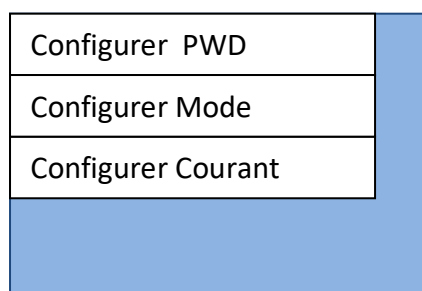

Figure 22 - Page de configuration du mot de passe, du mode d'utilisation et de la puissance
- 2) Figure 22.
- 4) Pour définir le mode d'utilisation, sélectionner « Configurer Mode » depuis la page de la Figure 22. Deux pages (Figure 24a et Figure 24b) s'ouvriront l'une après l'autre, en quelques secondes. Attendre, sans appuyer sur les touches, que la page de la Figure 24b apparaisse.
- 7) Pour définir la limite de puissance maximale (c'est-à-dire le courant) pour le fonctionnement du dispositif, sélectionner la rubrique « Configurer Courant » depuis la page de la Figure 22. Deux pages (Figure 25a et Figure 25b) s'ouvriront l'une après l'autre, en quelques secondes. Attendre, sans appuyer sur les touches, que la page de la Figure 25b apparaisse.